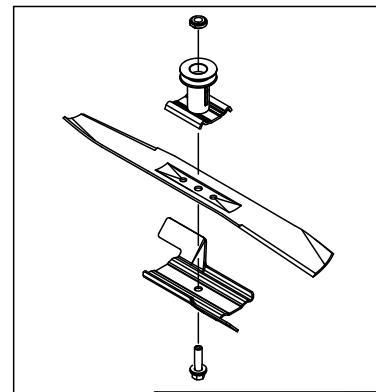

Bild 38
- Stabilisieren Sie das Messer mit einem Holzblock (Bild 38).